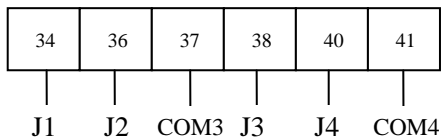

图 5
4.3.4.3 继电器输出(端子号见图 5, 继电器与相应通道一一对应, J1 和 J2 共用一个公共端 COM3, J3 和 J4 共用一个公共端 COM4, COM3 和 COM4 不存在电气连接, 四个继电器皆为常开)